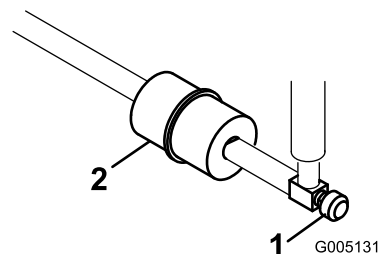

Bild 33
Der Kraftstofffilter befindet sich in der Kraftstoffleitung zwischen dem Tank und dem Vergaser (Bild 33).
1. Schließen Sie den Kraftstoffhahn (Bild 33).
2. Legen Sie eine Ablaufwanne unter den Filter, lockern die Schlauchklemme an der Vergaserseite des Filters und ziehen die Kraftstoffleitung vom Filter ab (Bild 33).
3. Lösen Sie die andere Schlauchklemme und entfernen den Filter (Bild 33).